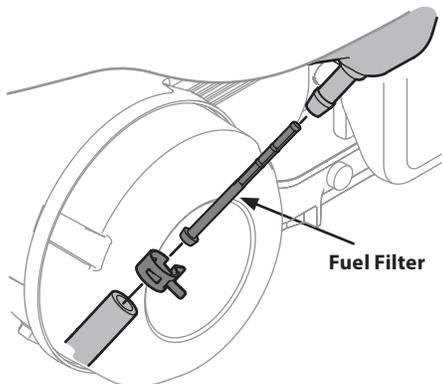

Figure 6-6
2. Enlevez la bride en C de la canalisation de carburant et débranchez celle-ci du réservoir de carburant. Voir la Fig. 6-6.
4. Tenez le filtre neuf par l'extrémité à épaulement et insérez-le complètement dans l'orifice du réservoir de carburant. Voir l'encadré de la Fig. 6-6.